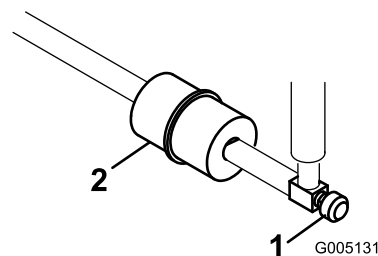

Figura 50
Nei tubi di alimentazione, tra il serbatoio del carburante ed il carburatore, è incorporato un filtro in linea (Figura 50). Sostituite il filtro ogni 800 ore o prima, qualora il flusso del carburante fosse ostacolato. Verificate che la freccia sul filtro sia diretta lontano dal serbatoio del carburante.
1. Chiudete la valvola di intercettazione del carburante, allentate la fascetta stringitubo dal lato carburatore e rimuovete il tubo di alimentazione dal filtro (Figura 50).
2. Collocate una bacinella di spurgo sotto il filtro, allentate la restata fascetta stringitubo e rimuovete il filtro (Figura 50).